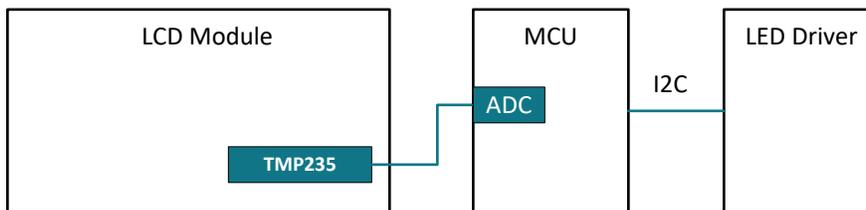

图 3. 使用模拟温度 IC 进行显示器温度传感
模拟温度集成电路 (IC) 传感器的输出电压与温度成比例，是热敏电阻的一种具有成本效益的替代品。由于热敏电阻是分立式器件，它们的解决方案精度可能会受到信号链中外元件的公差和漂移的影响，尤其是在您不进行任何类型的校准时。像 TMP235-Q1 这样的模拟温度 IC 不需要任何偏置电阻，它们集成了 AB 类输出驱动器，因此受电压基准变化的影响小得多。将它们放置在显示器内与热敏电阻相同的位置，并将 IC 直接连接到 ADC，如 图 3 所示。汽车 144 区域局部调光背光参考设计 示范了如何使用模拟温度 IC 测量显示器温度。